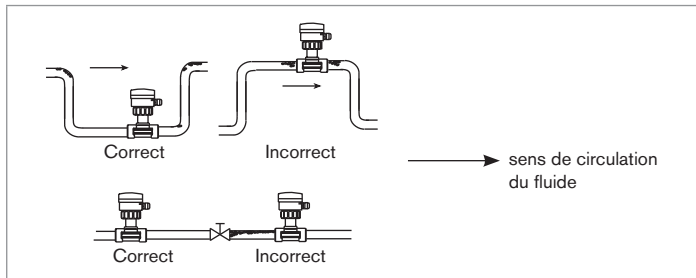

Fig. 10 : Bulles d'air dans la canalisation
- éviter la formation de bulles d'air dans la conduite, au niveau du capteur (voir Fig. 10) ;